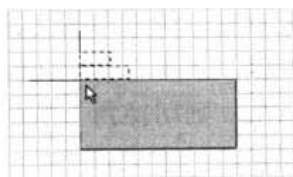

图 6-8 放置方块电路图
- (3) 打开顶层电路及电路绘制工具栏：双击 Test.Prj 文件使其打开，再单击电路绘制工具栏切换按钮，使电路绘制工具栏处于打开状态。如果电路绘制工具栏已经是处于打开状态，则不用执行该操作。
- (4) 绘制 CPU 模块的方块电路图：执行菜单命令 Place|Sheet Symbol 或用鼠标单击电路绘制工具栏按钮，光标变成十字形状，处于浮动方块电路图的左上角，如图 6-8 所示，移动鼠标，浮动方块电路图也随着移动。